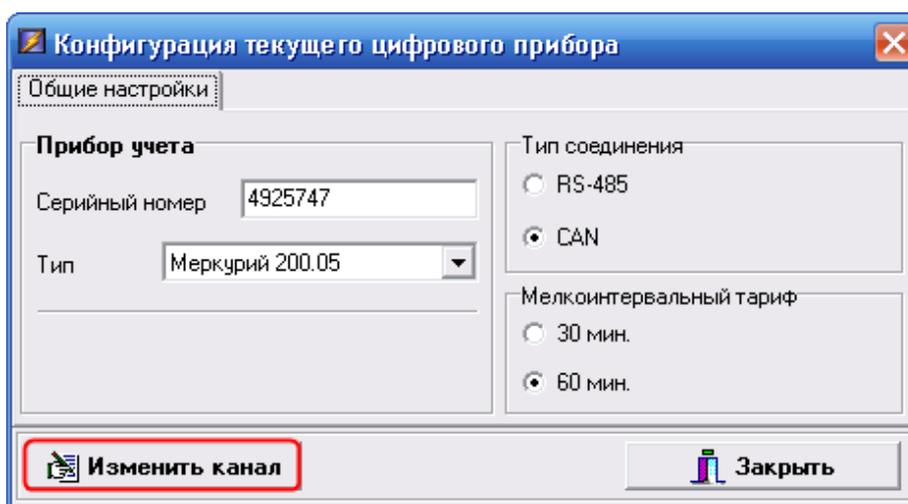

Рисунок 14. Окно редактирования цифрового прибора
- для редактирования параметров цифрового прибора вызвать окно «Конфигурация текущего цифрового прибора» (рисунок 14) - выбрать строку с нужным каналом и на панели инструментов нажать кнопку «Изменение конфигурации» - пункт меню «Редактировать».